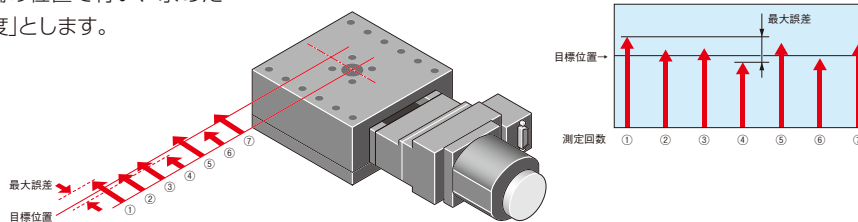

図3-2 繰り返し精度
3.2 繰り返し精度[JIS B 6191-1993準拠]【図3-2】